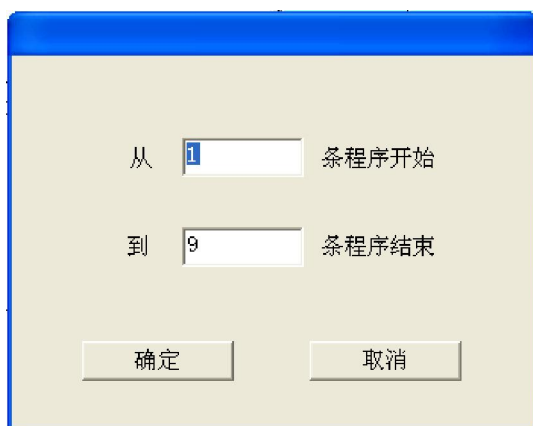

图 5.5 运行选择框
- 5.在运行屏幕点击【开始】，系统弹出运行选择框(图 5.5)
- 提示：**运行选择框(图 5.5)显示默认的从“1”开始到程序中确定的样品数。在这里可以选择起始和结束运行的样品序号。
- 7.在弹出的运行选择框（图 5.5）中，点击【确定】开始运行清洗程序。
8. 在弹出的运行选择框（图 5.5）中，点击**【确定】**开始运行 TIC校准程序。运行过程中按需要分别放入不同浓度的 TIC标准样品。
7. 在弹出的运行选择框（图 5.5）中，点击**【确定】**开始运行样品测量程序。